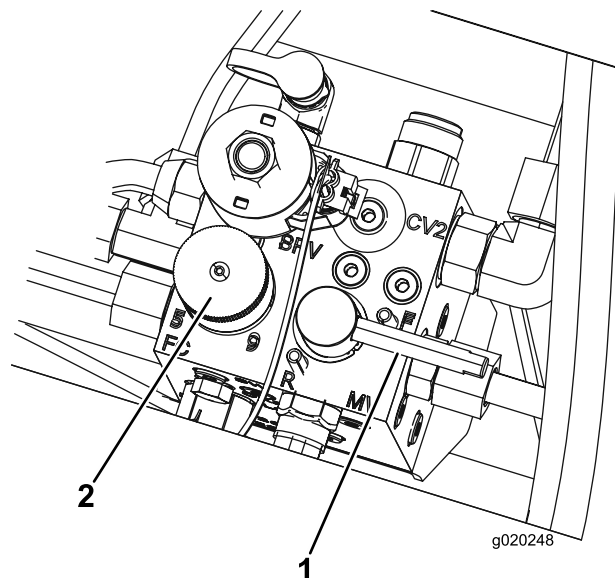

Figura 83
5. Defina o controlo da velocidade dos cilindros para a posição 1 (Figura 83).
6. Mova a alavanca de retificação para a posição R (Figura 83).